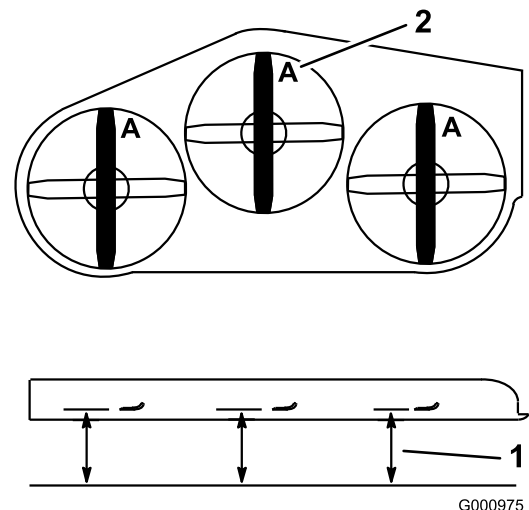

Figura 56
2. Mida desde una superficie nivelada hasta el filo de corte, posición A, de las cuchillas (Figura 56).